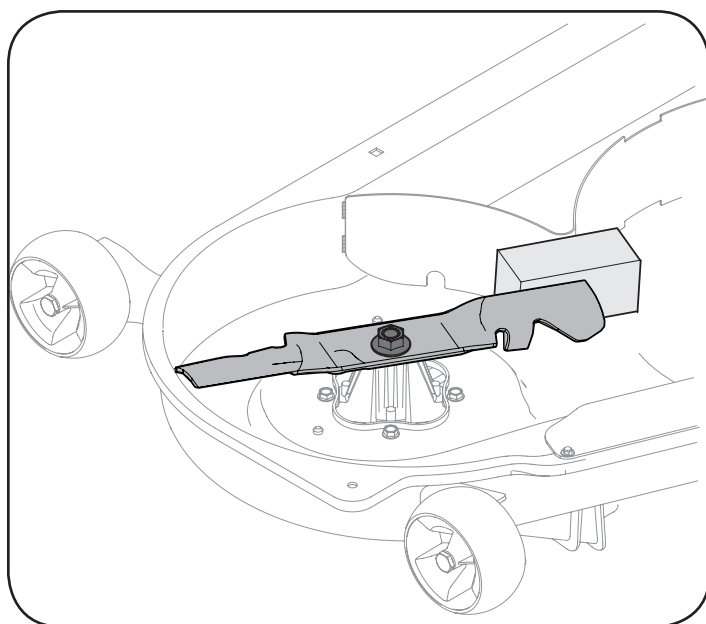

Figure 2
2. Stabiliser une des lames de coupe avec un outil de blocage de lame ou un bloc de bois. Consultez la Figure 2.